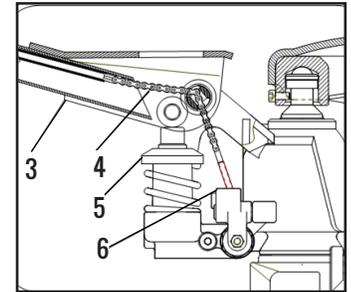

Figura 2
3.4.- Vea la figura 2. Ponga la cadena 4 del manubrio y asegúrese que atraviese por en medio del hoyo del pasador 1.
3.5.- Tome la tuerca del tornillo que se encuentra al final de la cadena 4 y enganche la ranura de la palanca 6. Vea figura 2 y la figura 4.